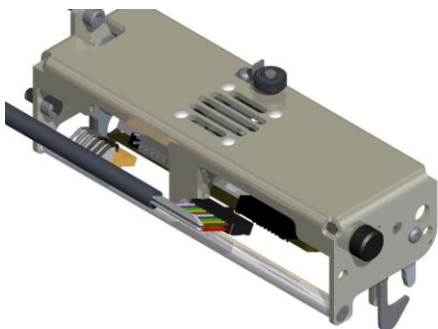
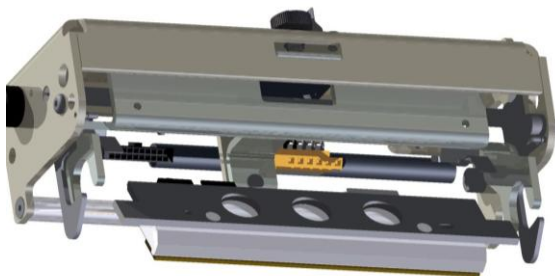

Figure 17a. Desconecte el cable
Figure 17b. Presione los dos seguros de la cabeza de impresión
5. Usando tus guantes anti-estática, desconecte los cables que están conectados a la impresora jalándolos gentilmente (ver Fig. 17a) Presionando los dos seguros superiores de la cabeza de impresión (ver fig.17b). Por